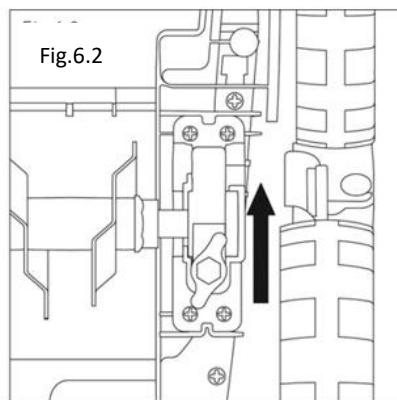

Fig.6.3
- Puxar o flange do sistema de lâminas para cima, para fora do acoplamento na caixa da máquina (Fig. 6.3).